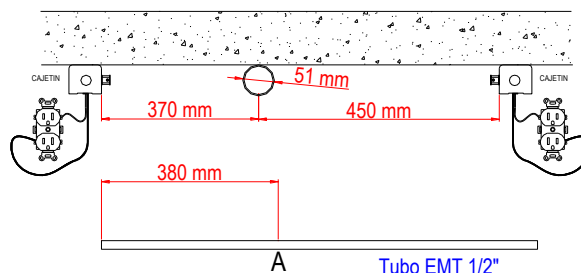

Figura 111. Marca central "A"
- La distancia donde señalaremos la marca "A" para luego obtener las marcas de cada doblez es igual a la distancia entre cajetín al centro de la tubería 2" mas valor de la contracción obtenido de la tabla 1, lo que equivale a  $370 \text{ mm} + 10 \text{ mm} = 380 \text{ mm}$ , como se aprecia en la figura 111.